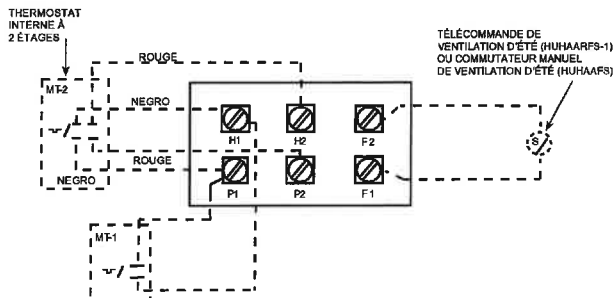

Figure 4. Carte de terminaison de commandes (pour radiateurs sans contacteur)
3. Sur les radiateurs non fournis avec un contacteur interne (3 et 5 kW), référez-vous à la Figure 4 comme schéma de câblage.